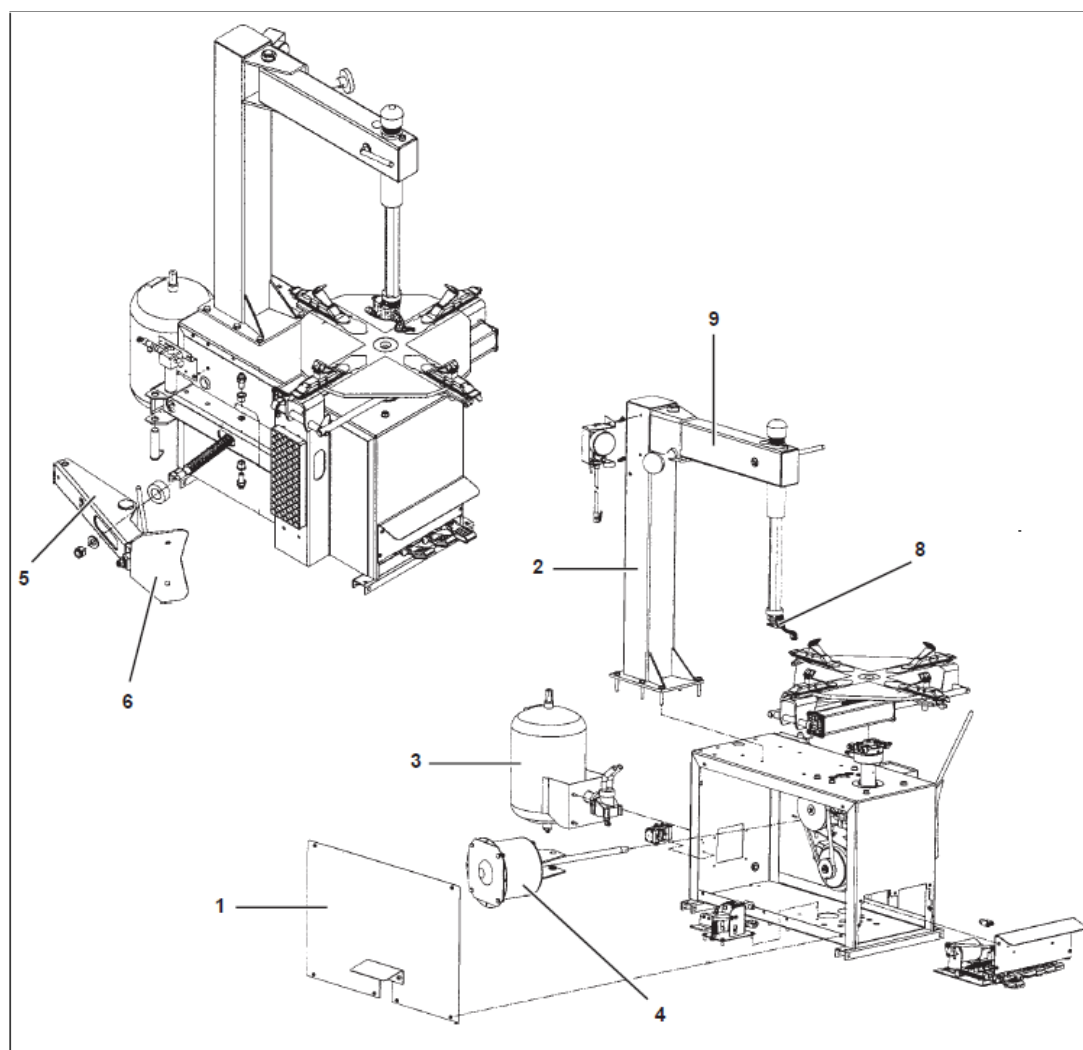

Рис. 3
Стенд обычно упаковывается на коробке-паллете, и состоит из следующих основных блоков (рис. 3):
- b) Распакуйте стойку 2 (рис. 3) и поставьте его вертикально на станке;
Удалите 4 винта и дескриптор 1 (рис.3) с шайбой от шестигранного стержня стойки, затем установите пружину 3 и соберите комплект обратно (момент затяжки 15 Нм).